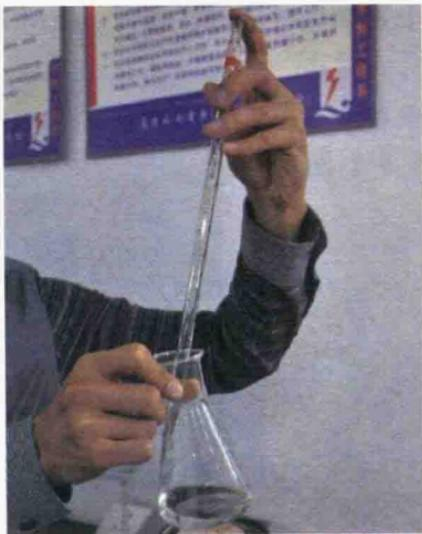
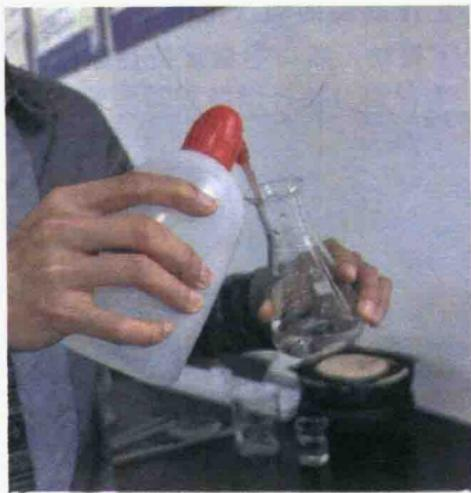

图 1.3.2 锥形瓶内试液(剂)的加入
图 1.3.3 冲洗附壁液体
1) 加入试液(剂)：将试液(剂)沿锥形瓶内壁加入(见图 1.3.2)，并用少量蒸馏水把瓶壁上的试液(剂)冲洗下去，如图 1.3.3 所示。注入液体最好不要超过其容积的 2/3。